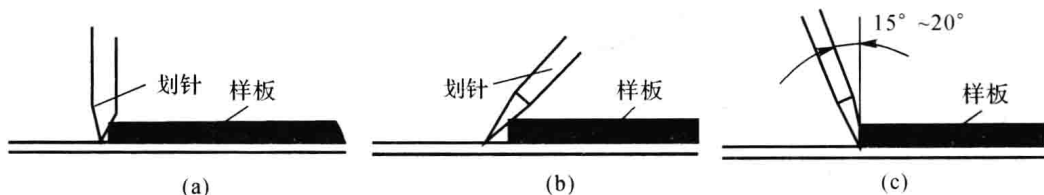

图 1.6 按划针划线
3) 划线时,使划针锥面沿样板外缘滑动,用均匀的压力划出线来,如图 1.6 所示。